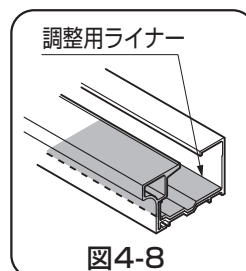

図4-8
- プラスの寸法分下レールの下に下レール調整用ライナー **オプション** やスペーサーを入れないとパネルのボトム材が十分に作動せず、十分な止水性能が得られないおそれがあります。（図4-8参照）